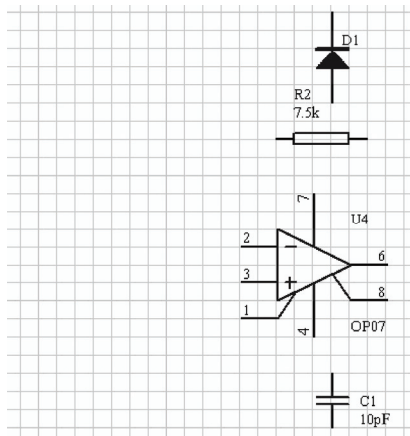

图 2-56 右对齐的元器件
4) 选择“Align Right”命令后，4 个元器件的排列结果如图 2-56 所示。可以看到，4 个元器件的最右边处于同一条直线上。